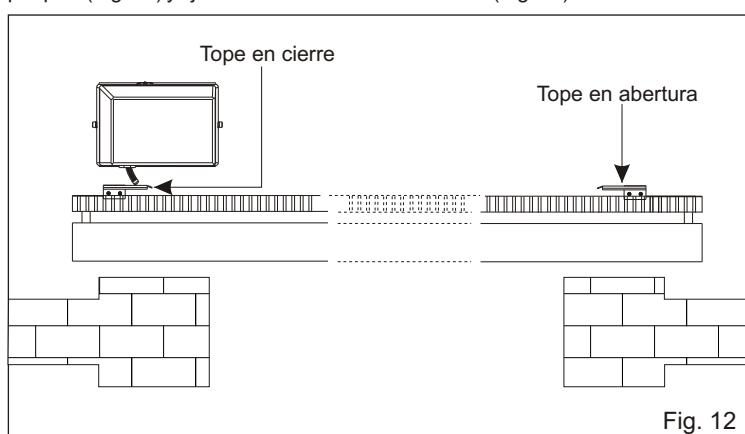

Fig. 12
6.1. Para instalar y regular los topes en abertura, seguir las instrucciones debajo indicadas (Fig. 12):
6.2. Para instalar y regular los topes en cierre, seguir las instrucciones debajo indicadas (Fig. 12):